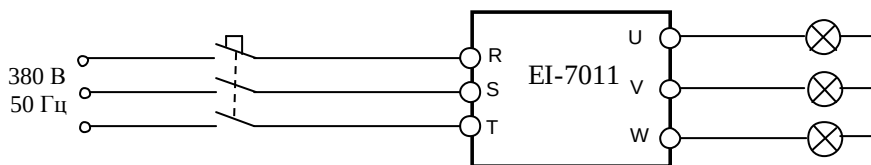

Рис. 4.19. Подключение ПЧ к сети 3ф 380В
4.13.1. Подключить три лампы (п.3.4.5.) к выходным клеммам U, V, W преобразователя частоты. Подать питание ~380 В 3Ф (рис. 4.19).